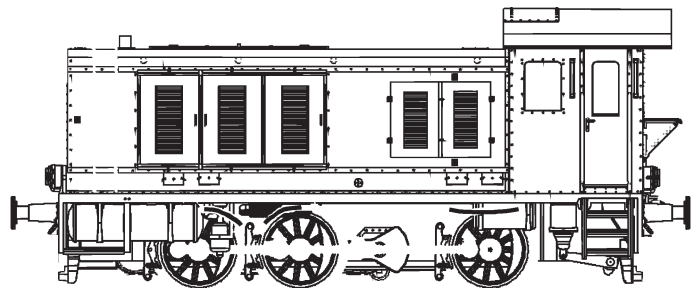

Fig. 4
**Mehrzugbetrieb:** Zuerst Lokgehäuse abnehmen (Fig. 4). Danach den Brückenstecker aus der Schnittstelle entfernen (diesen sorgsam aufbewahren). Danach den Stecker des Steuerbausteins lagerichtig einsetzen (siehe Fig. 6).
**2. Schmierung:** Versehen Sie die im Schmierplan in Fig. 5 gekennzeichneten Stellen mit nur **kleinen Öltropfen**. Dazu zuerst das Lokgehäuse abnehmen (Fig. 4). Wir empfehlen den ROCO **Öler Art.-Nr. 10906**. Fürs Schmieren der Getriebeteile (Zahnräder, Schnecke) empfehlen wir das **ROCO-Spezialfett Art.-Nr. 10905**. Im Falle der Schmierung diese Teile **nicht ölen**.
**3. Kohlebürstenwechsel:** Lokgehäuse abnehmen (Fig. 4). Danach wird der Motor ausgebaut und die Kohlebürsten ausgewechselt (Fig. 7).
**2. Lubrication:** Apply **tiny oil drops** to spots marked in fig. 5. Prior to lubrication dismantle locomotive (fig. 4). We recommend using item no. **10906, ROCO oiler**. For lubrication the gearparts (e.g. cogwheels, worm) we would recommend our ROCO **special grease** (item no. **10905**).
**3. Carbon Brush Changing:** First remove locomotive body (fig. 4), and then the motor (fig. 7).
**2. Graissage:** N'appliquez **qu'une toute petite goutte** aux endroits indiqués par le plan de graissage (fig. 5) après avoir démonté la caisse de la locomotive (fig. 4). Nous vous recommandons le **graisseur à huile ROCO réf. 10906**. Pour graisser les engrenages (roues dentées, vis sans fin) nous vous conseillons la **graisse spéciale ROCO réf. 10905** pour engrenages en matières synthétiques. Lorsque vous utilisez cette graisse il faut éviter d'huiler ces composants.
**3. Remplacement des balais du moteur:** Démontez la caisse (voir fig. 4). Démontez ensuite le moteur et échangez le balais (fig. 7).